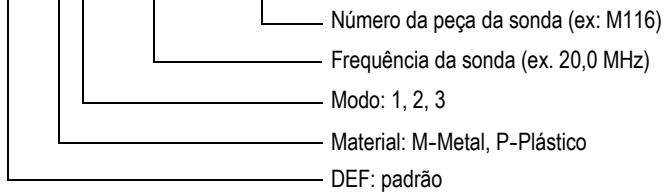

Figura 5-3 Selecionar configuração padrão para transdutor de elemento único
- c) Na tela **ELEMENTO ÚNICO PADRÃO**, na lista de configuração padrão disponível, selecione o transdutor que está em uso (veja o exemplo mostrado na Figura 5-3 na página 75).